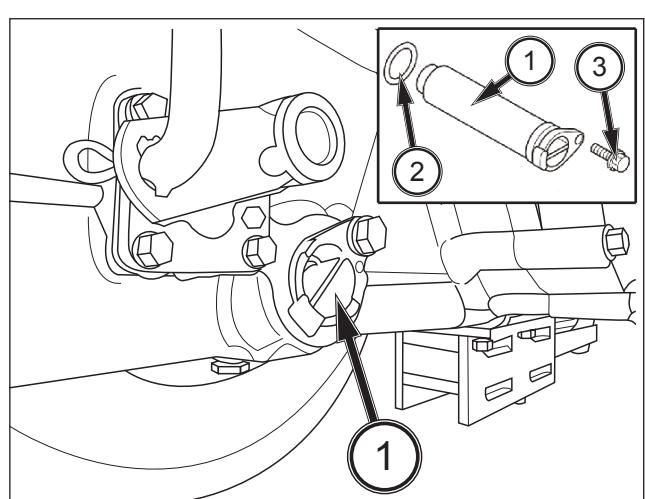

FIG. 112
FIG. 112 : pour nettoyer la crête de transmission (aspiration) - nettoyez le filtre à huile de transmission lorsque toute l'huile a été vidangée. Desserrez le boulon (3), puis retirez le filtre (1). Pendant le montage, graissez le joint torique (2) pour éviter tout dommage.